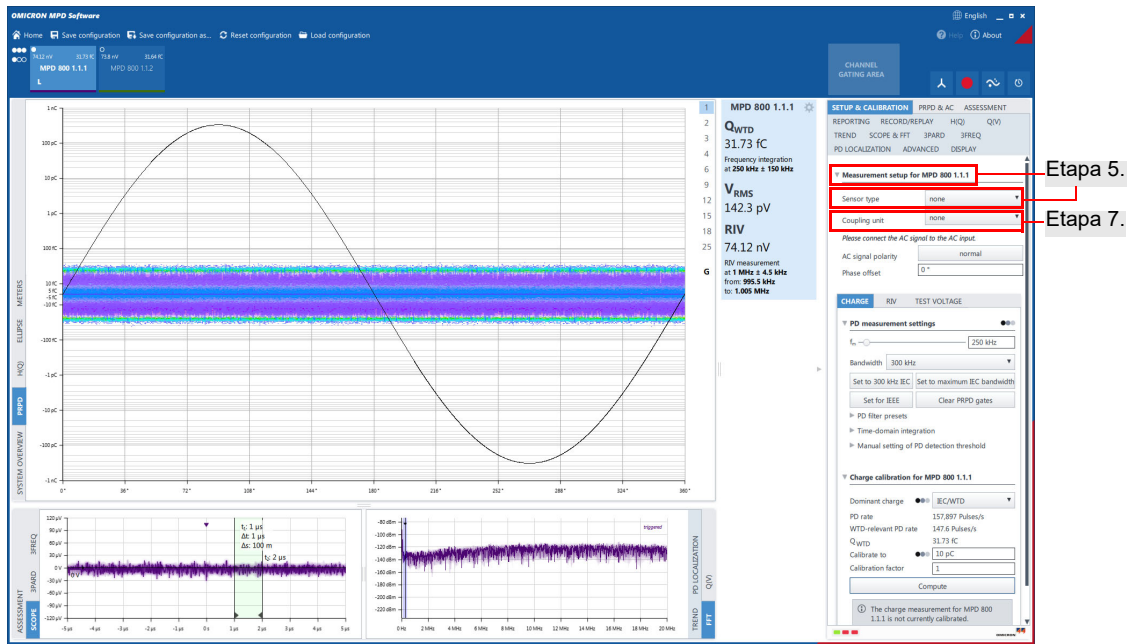

Figura 2-22: Janela de medição principal
4. Clique no botão **Iniciar medição** para alterar para a janela de medição principal (consulte a Figura 2-22).
7. Selecione a **Unidade de acoplamento** na lista suspensa (consulte também a Figura 2-22).